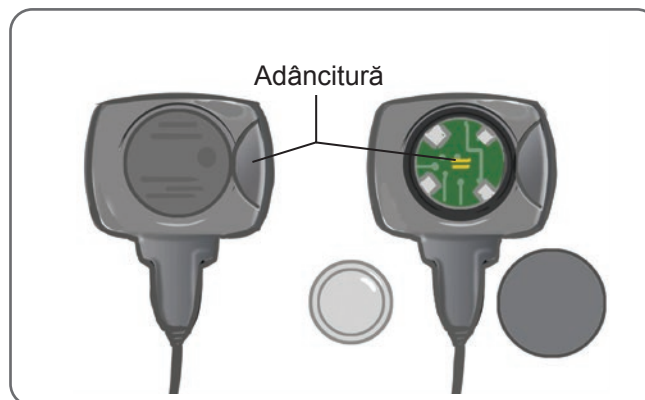

Figura 11-1: Înlocuirea bateriei senzorului pentru picior
1. Folosiți adâncitura de pe spatele senzorului pentru picior pentru a scoate capacul bateriei. Consultați Figura 11-1.